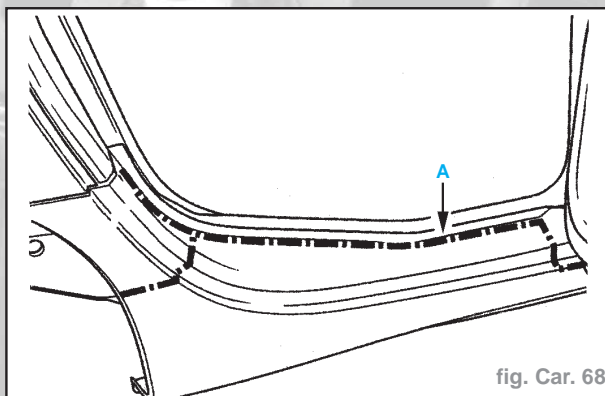

fig. Car. 68
- A l'aide d'un outil vibrant, découper le cordon de colle entre le châssis et le bas de caisse (A et E) et à la scie pneumatique (A') (fig. Car. 68, 69, 70 et 71).